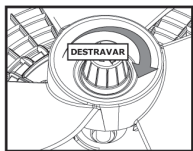

Figura 19
- Afrouxar a porca da hélice no eixo, girando-a no sentido horário conforme figura 19.